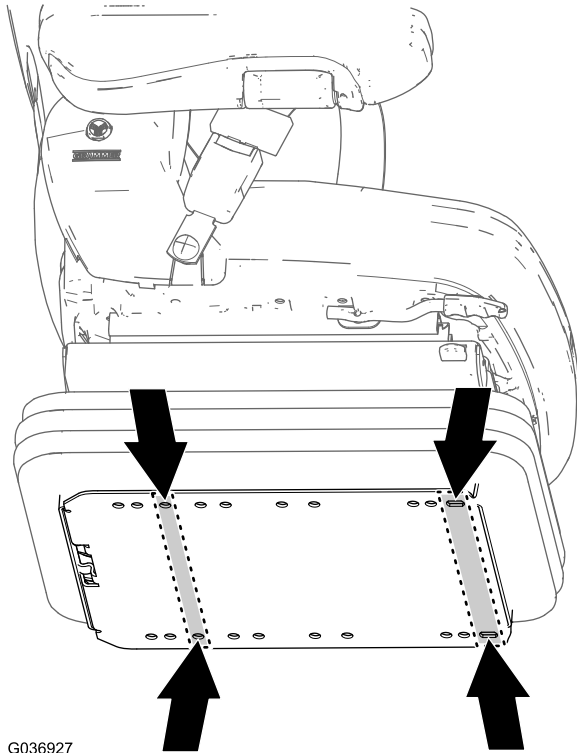

図 13
1. 新しい座席のボトムプレートにある、座席取り付け穴マシンのモデルによって異なるを探し出す 図 13。